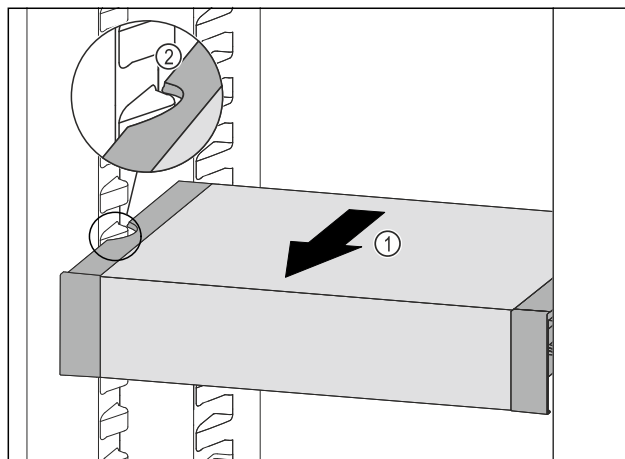

Fig. 136
- ▶ VarioSafe dras framåt Fig. 136 (1) tills sidofördjupningarna på VarioSafe är i samma nivå som behållarlisterna i kyldelen. Fig. 136 (2)